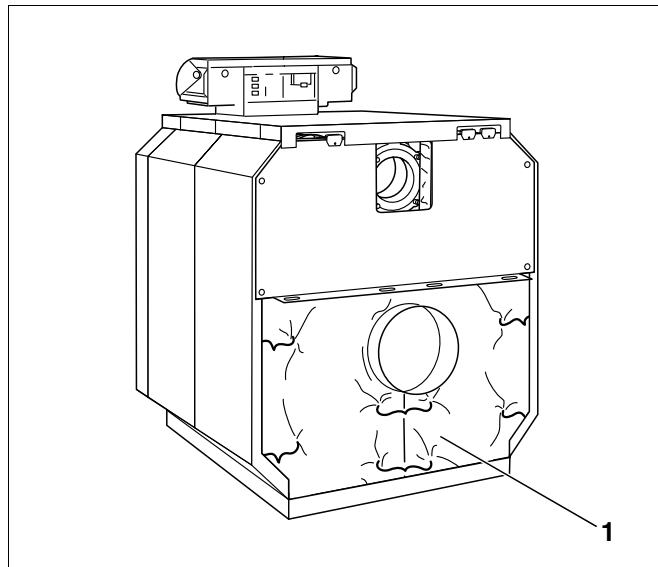

Fig. 76 Sammentrekking av bakelementets isolasjon
- Slå ned bakelementets isolasjon og trekk den sammen ved hjelp av spennfjæren under røykgasstussen (Fig. 76, **Pos. 1**).